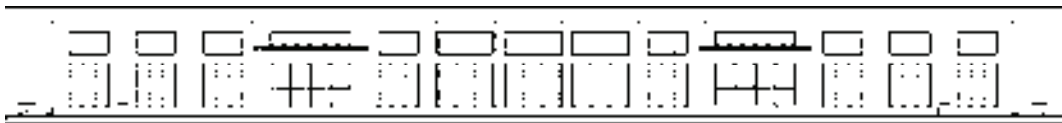

图 15-154 编辑图形
23) 编辑坡道、台阶。调用“直线”命令、“偏移”命令及“修剪”命令，编辑图形，结果如图 15-154 所示。